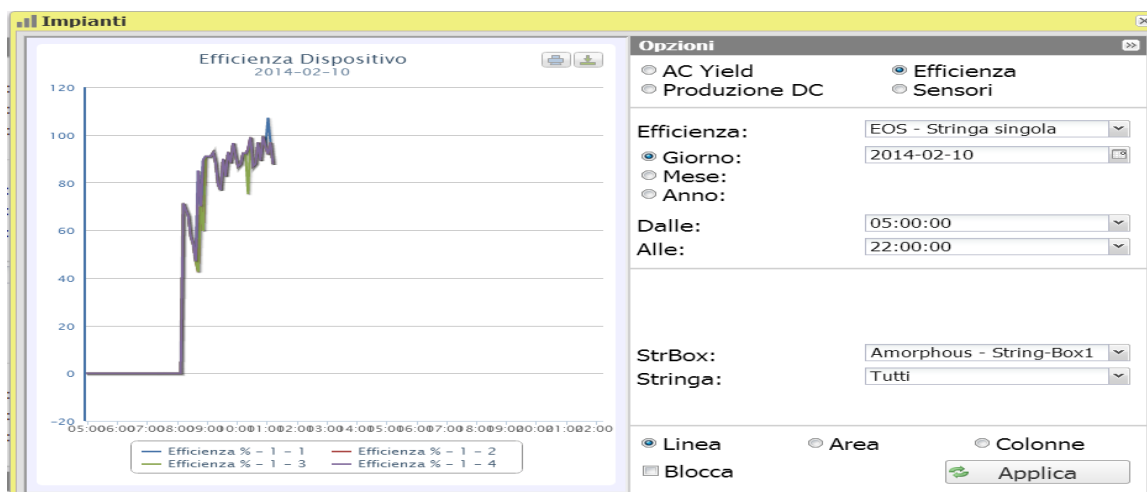

Figure 31: Finestra Impianto, Grafico Efficienza “Singola Stringa” – Pannello Opzioni.
- “CC Corrente (A)” : il grafico mostra l'andamento della corrente in A nell'intervallo temporale scelto.
- “CC Tensione (V)” : il grafico mostra l'andamento della tensione in V nell'intervallo temporale scelto.
- “CC Potenza+Corrente+Tensione+Radiazione Solare” : il grafico mostra contemporaneamente le quattro grandezze, nell'intervallo temporale scelto. Il tipo di grafico per questa selezione sarà quello mostrato in Fig. 31.